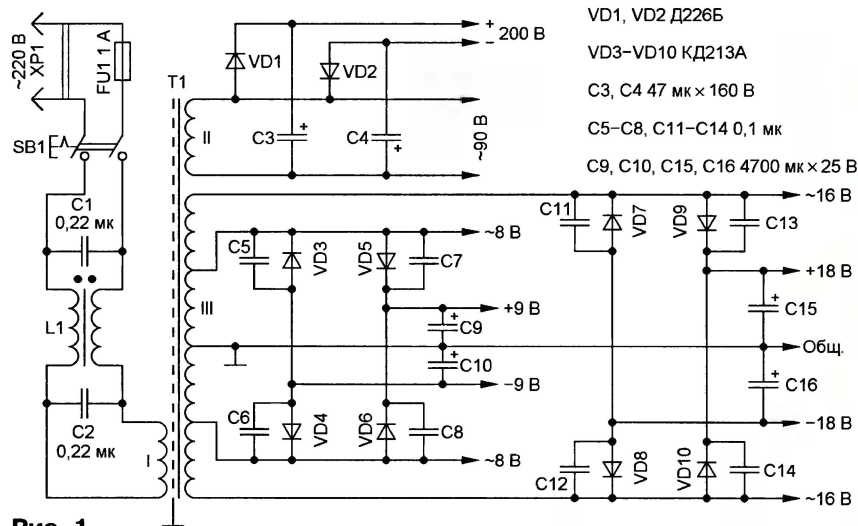

Рис. 1
Предлагаемое устройство состоит из двух частей: блока выпрямителей и блока стабилизаторов. Схема блока выпрямителей показана на рис. 1. Напряжение сети поступает через сетевую вилку XP1, выключатель SB1, предохранитель FU1 и фильтр LC1C2 на первичную обмотку (I) сетевого трансформатора T1. Переменное напряжение его вторичных обмоток (II и III) поступает на выпрямители и выходы блока питания. Напряжение 90 В обмотки II изолировано от общего провода. Оно подано на выпрямитель с удвоением напряжения VD1VD2C3C4 по схеме Латура. Обмот-
**Конструкция и детали.** В блоке выпрямителей (см. рис. 1) применён выключатель питания SB1 ПКН41. Двух-обмоточный дроссель L1 — ДФ110ПЦ от сетевого фильтра телевизора ЗУСЦТ. Сетевой трансформатор Т1 собран на магнитопроводе М20х60. Магнитопровод этого типа — замкнутый контур с разрезанным средним стержнем. Подробное описание в "Радио", 1972, № 5, с. 62. Там же на рис. 7 показан его чер-
Конденсаторы C1, C2 (см. рис. 1) — плёночные с номинальным напряжением не менее 630 В. Оксидные конденсаторы C3 и C4 — К50-35; C9, C10, C15, C16 — К50-24; C11—C14 — МБМ. Диоды Д226Б (VD1, VD2) можно заменить на Д226, Д226А, КД105Б. Диоды КД213А (VD3—VD10) выбраны из-за меньшего прямого падения напряжения по сравнению с мощными кремниевыми диодами большинства других серий, рассчитанными на максимально допустимый прямой ток не менее 5 А. Предпочтительный вариант их замены на диоды Шотки — КД269В, КД269Г или любые из серии КД2997.